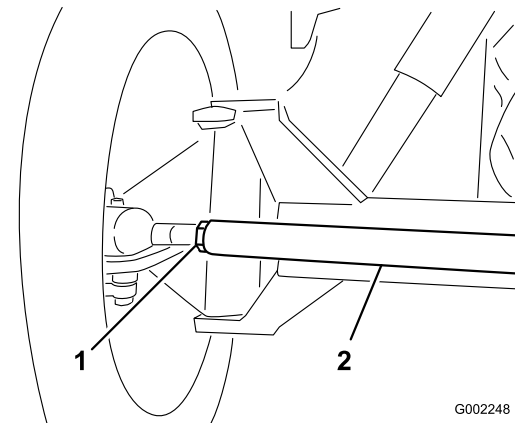

図 99
3. 前後の測定値の差が所定範囲にない場合、タイロッド両端のジャムナットを外して調整を行う (図 99)。